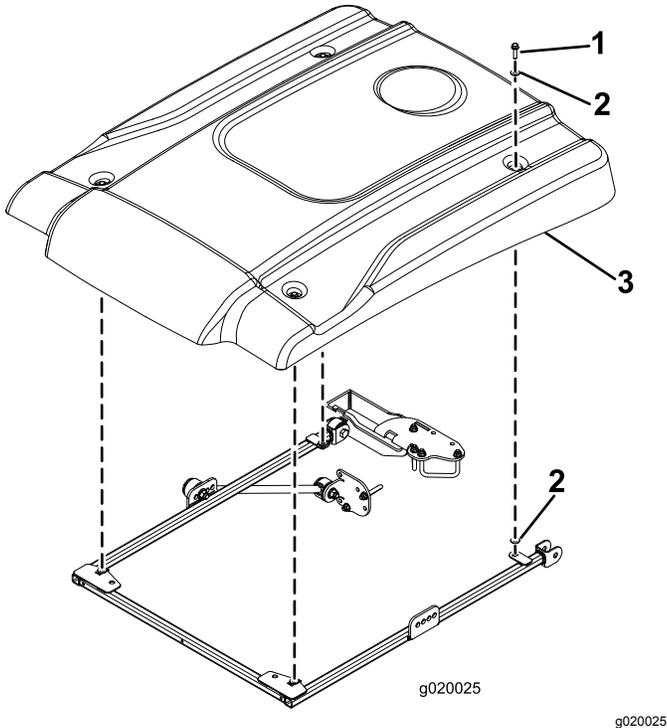

Bild 10
- Positionieren Sie das Sonnendach beim Ausfluchten der Befestigungslöcher am Rahmen wie in **Bild 10** abgebildet.
- Befestigen Sie jede Ecke des Sonnendachs lose mit einer Bundkopfschraube ($\frac{5}{16}$ " x $1\frac{1}{2}$ ") und zwei kleinen Scheiben am Rahmen (**Bild 10**). Legen Sie eine Scheibe an jeder Seite der Gummidichtung des Sonnendachs auf.